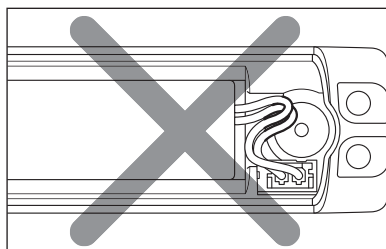

図 17
- ・ バッテリーコードがねじ穴にかからないようにしてください。カバーが取り付けられない恐れがあります。また、無理にカバーを取り付けると断線の恐れがあります。(図 17)